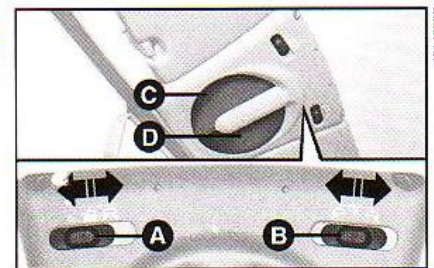

fig. 71
**LUZ INTERNA DIANTEIRA - figs. 71, 72 e 73**